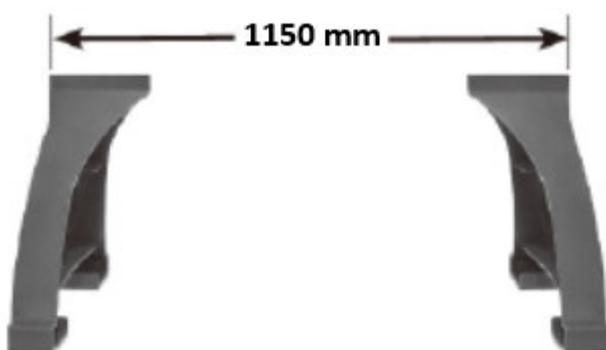

Abb.6-17: Maschinenfüße
1. Die beiden Füße in einem Abstand von ca. 1150 mm (45 1/4 Zoll) von den Außenkanten anbringen. Achten Sie darauf, dass die Füße an den Beinen nach innen und zueinander ausgerichtet sind (siehe Abbildung 6-17).